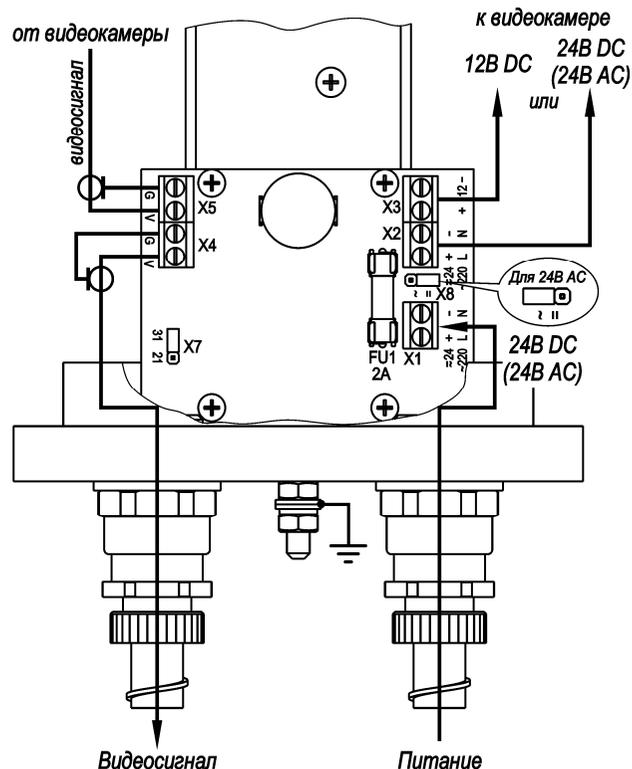

Рис.2 Подключение ТГБ-4Г ТВ Ex-24/12(24); ~24/12(~24)
4. Подсоединить видеокамеру к контактам платы коммутации в соответствии со схемой подключения (рис.2, 3 или 4).
5. Ввести через гермовводы внешние кабели (кабель видео и кабель питания) и подключить их к плате коммутации (рис.2 или 3).
- X7 в положение «31» - мощность обогрева 31 Вт, для изменения мощности на 21 Вт джампер X7 необходимо переставить в положение «21» (см. рис.2 и 3);
- для ТГБ-4Г ТВ Ех-24/12(24); ~24/12(~24) предприятием изготовителем джампер X8 установлен в положение «=» – напряжение питания 24В DC, для питания гермобокса переменным напряжением 24В необходимо переставить джампер X8 в положение «~» (см. рис.2).